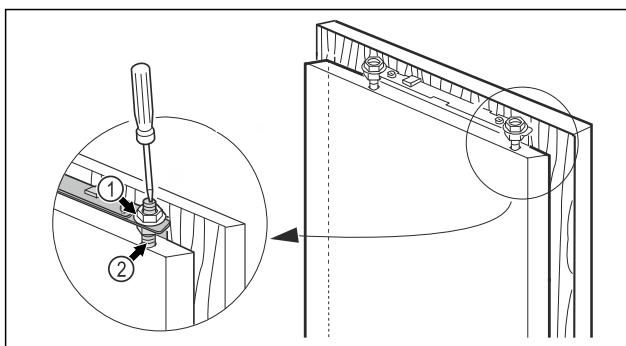

Fig. 21
- Strângeți ferm contrapiulițele Fig. 21 (1) cu cheia hexagonală 13, ținând contra la bolțurile de reglare Fig. 21 (2) cu o șurubelnită.